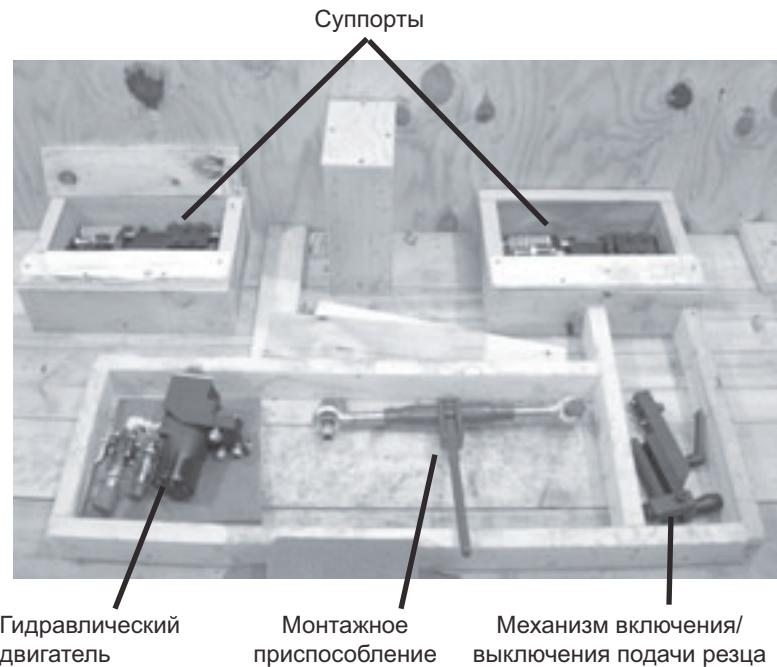

Рис. 4-3. Расположите малоразмерные компоненты агрегата на дне контейнера.
1. Демонтируйте суппорты, механизм включения/выключения подачи и гидравлический двигатель со станка. Разместите указанные компоненты в контейнер для хранения см. Рис. 4-3.